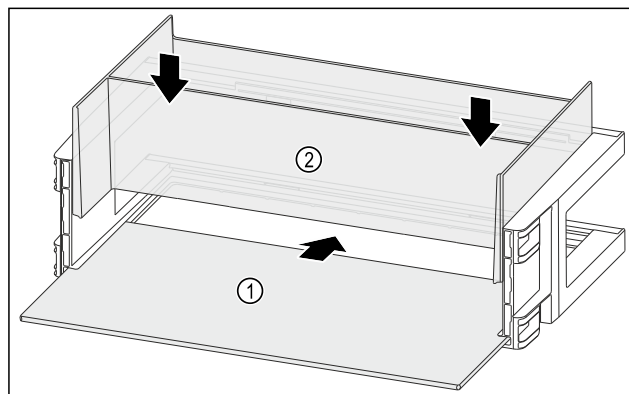

Fig. 98
- ▶ Odkládací plochu Fig. 98 (1) zasuňte do bočních vybrání.
- ▶ Organizér Fig. 98 (2) vložte.